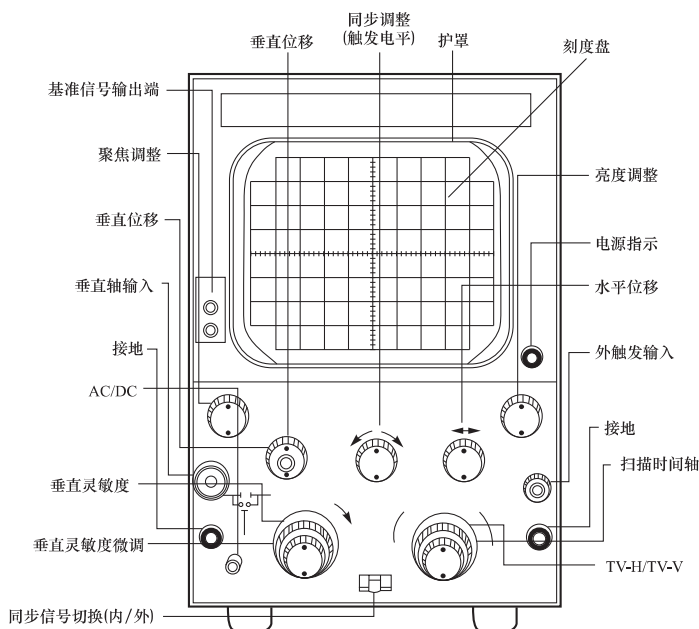

图 1-1 单踪示波器
(3) 从电路结构来分有电子管示波器、晶体管示波器和集成电路示波器。
(4) 从测量功能来分有模拟示波器和数字式记忆示波器。数字式记忆示波器是将测量的信号数字化以后暂存在存储器中，然后再从存储器中读出显示在示波管上。在测量数字信号的场合经常使用，便于观察数字数据信号的波形和信号内容。
(5) 示波器从波形显示器件来分有阴极射线管（CRT）示波器，有彩色液晶显示器和用电脑彩色监视器作为显示器件的示波器。图 1-1 为单踪示波器示意图。
单踪示波器的结构如图 1-1 所示。最高显示频率是 7MHz，在一般的音响设备和彩色电视机检修当中可以使用，它有一个比较小的示波管，相对来说比较稳定。亮度按钮是调整它显示波形的亮度；聚焦按钮可以将波形调整到最佳状态。标有（+、-）极的是极性开关按钮，普通状态下是正极性，按下去是负极性，一般在检查电视信号时比较常用，而看一般正弦信号和脉冲信号时是不必考虑信号极性的。在示波管下面有三个按钮，其中标有 Y 位移的按钮是表示垂直方向上的波形位移，标有 X 位移的按钮是水平方向上的波形位移，标有同步的按钮是表示信号的同步，当显示的波形不同步时，调整此按钮使波形同步，否则不容易看清楚波形。单踪示波器的电压衰减挡的范围是从最小 10mV 挡到最大 30V 挡，如果使用 1:10 衰减头，测量范围扩大 10 倍就可以达到 300V 或者更高。单踪示波器的周期按钮的频率范围周期是从 10ms~0.3 μ s，这个范围比较宽。示波器有一个 X 轴输入通道，与其对应的左边是 Y 轴输入通道，这两个按钮可以同时观测到 X 轴和 Y 轴输入的信号波形，另外测量交流信号和直流信号也有相对应的按钮，如果测量直流信号将 DC 按钮按下去；测量交流信号将其按钮拔出来；如果接地，把 GND 按钮按下去，信号被接地时出现一条水平横线。所以这种示波器按钮比较简单，使用比较方便，它只能观测一个信号，所以它叫单踪示波器。它的外观结构如图 1-1 所示。单踪示波器的两种实例如图 1-2 所示。